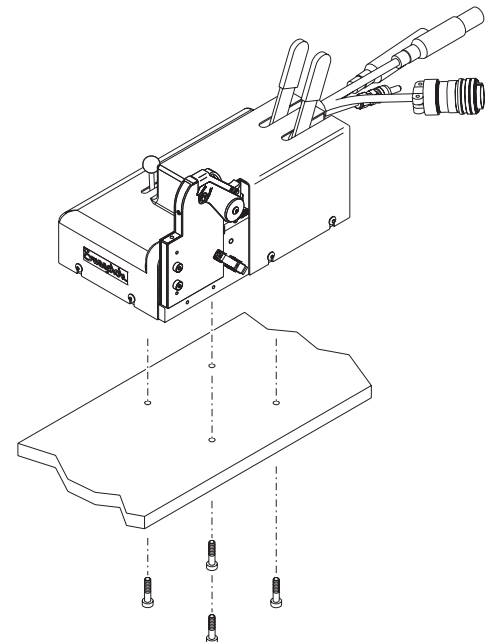

Figure 4 ウェルド・ヘッドの作業台への
5. 適切な長さの 4 本の 1/4 インチ・サイズ×20 ロック・ネジ (付属品ではありません) を、作業台を通してウェルド・ヘッド・ユニットに差し込みます。**Fig.4** をご参照ください。